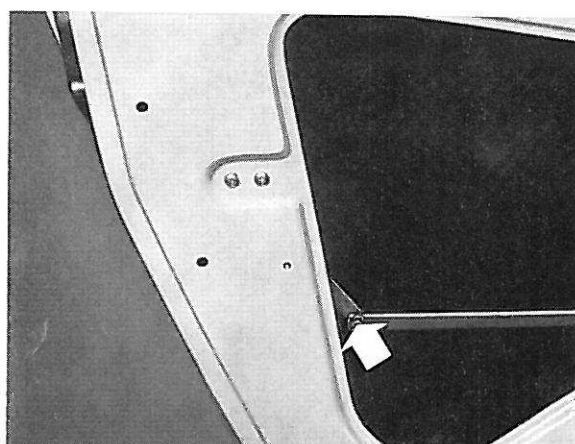
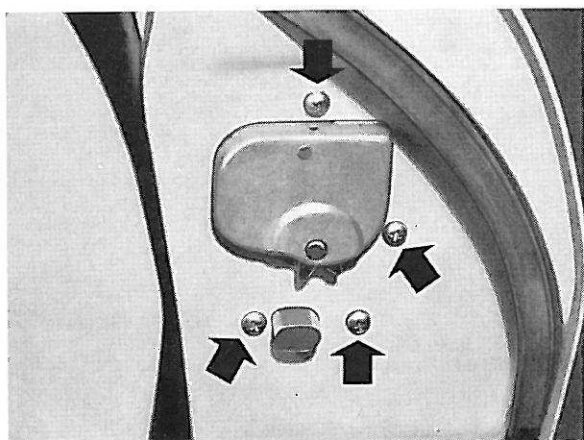

Figure 12. Attache de levier inférieur de fermeture
Figure 14. Vis de fixation de la fermeture de porte
1. Démontez l'attache du levier inférieur de la fermeture (figure 12).
4. Enlever les vis de fixation de la fermeture (figure 14) et les vis (figure 12) de fixation du guide du levier inférieur de la fermeture.